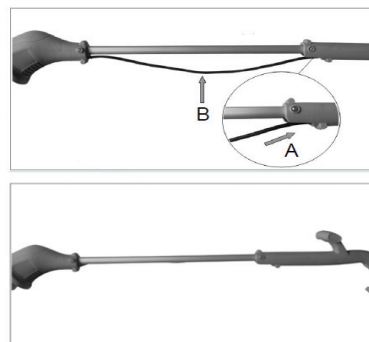

Fig 4
- Asegúrese de que el cable eléctrico esté insertado en la ranura del tubo de conexión e instale el manguito del cable. (Fig 4)